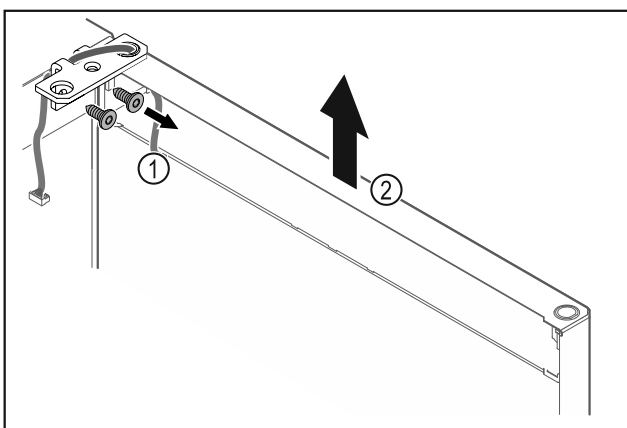

Fig. 23
- ▶ Ξεβιδώστε τη γωνία μεντεσέ Fig. 23 (1).
- ▶ Σηκώστε την πόρτα μαζί με τη γωνία μεντεσέ Fig. 23 (2) περίπου 200 mm ευθεία προς τα επάνω και αφαιρέστε τη.